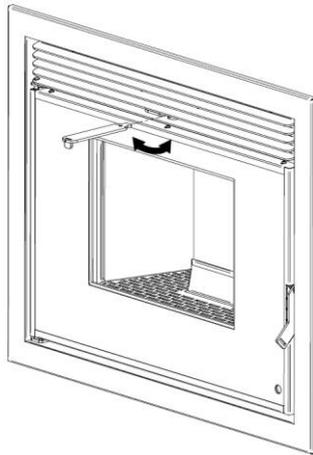

Figure 20 – Accessoire de réglage de l'air chaud sur insert WIND
- On peut régler la proportion d'air chaud soufflé vers l'avant, et passant par les tubes d'air canalisé, en utilisant le même accessoire servant à ouvrir la porte ou à déverrouiller l'appareil. Positionner l'accessoire comme montré en Figure 20, on peut voir qu'il y a une pièce qui correspond parfaitement et qui en tournant déplace un déflecteur qui dirige l'air chaud vers l'avant ou les tuyaux d'air. Pour plus de sécurité, il y a toujours une quantité minimum d'air qui sort en façade de l'appareil. Après ajustement de la position, retirer l'accessoire, de sorte qu'il reste froid.